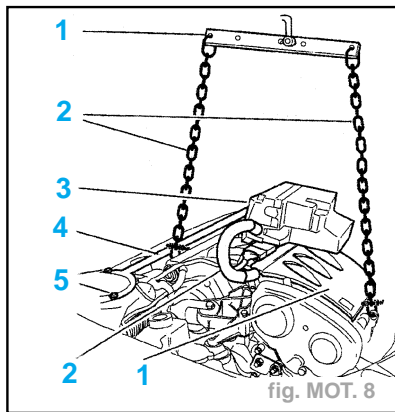

fig. MOT. 8
- Déposer le cache-style (1) (fig. Mot. 8)
- Débrancher le connecteur (2)
- Écarter le boîtier du calculateur (3)